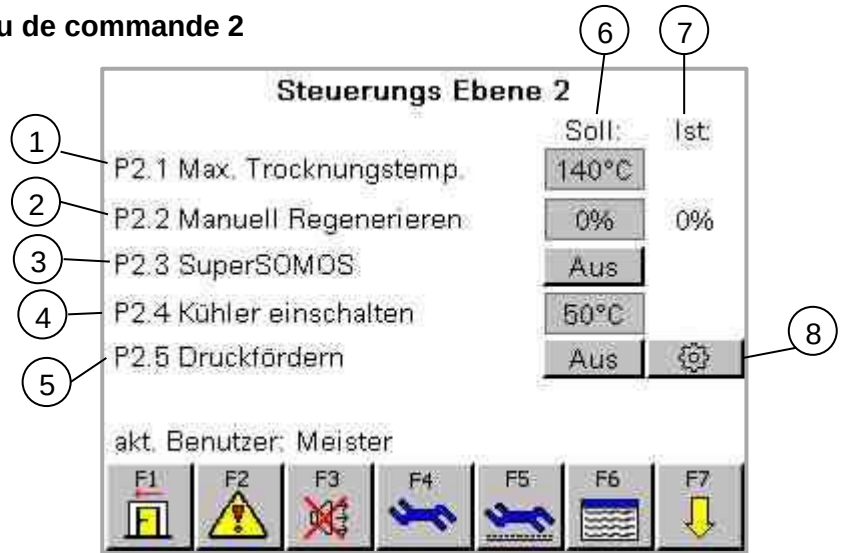

Abb.48 Niveau de commande 2 (première vue d'ensemble)
- En effleurant F5 dans Abb.48 on arrive au niveau de maintenance 2.
- Pour paramétrer le transport par pression, appuyer sur le champ (8) dans la ligne P.2.5, puis la fenêtre transport par pression s'affiche.
En effleurant F6 dans le niveau de commande 2 (Abb.48), l'écran passe à la sélection de matière
En effleurant la touche "Gestion des utilisateurs" dans le niveau de commande 2 (Abb.48), l'écran passe à la gestion des utilisateurs :